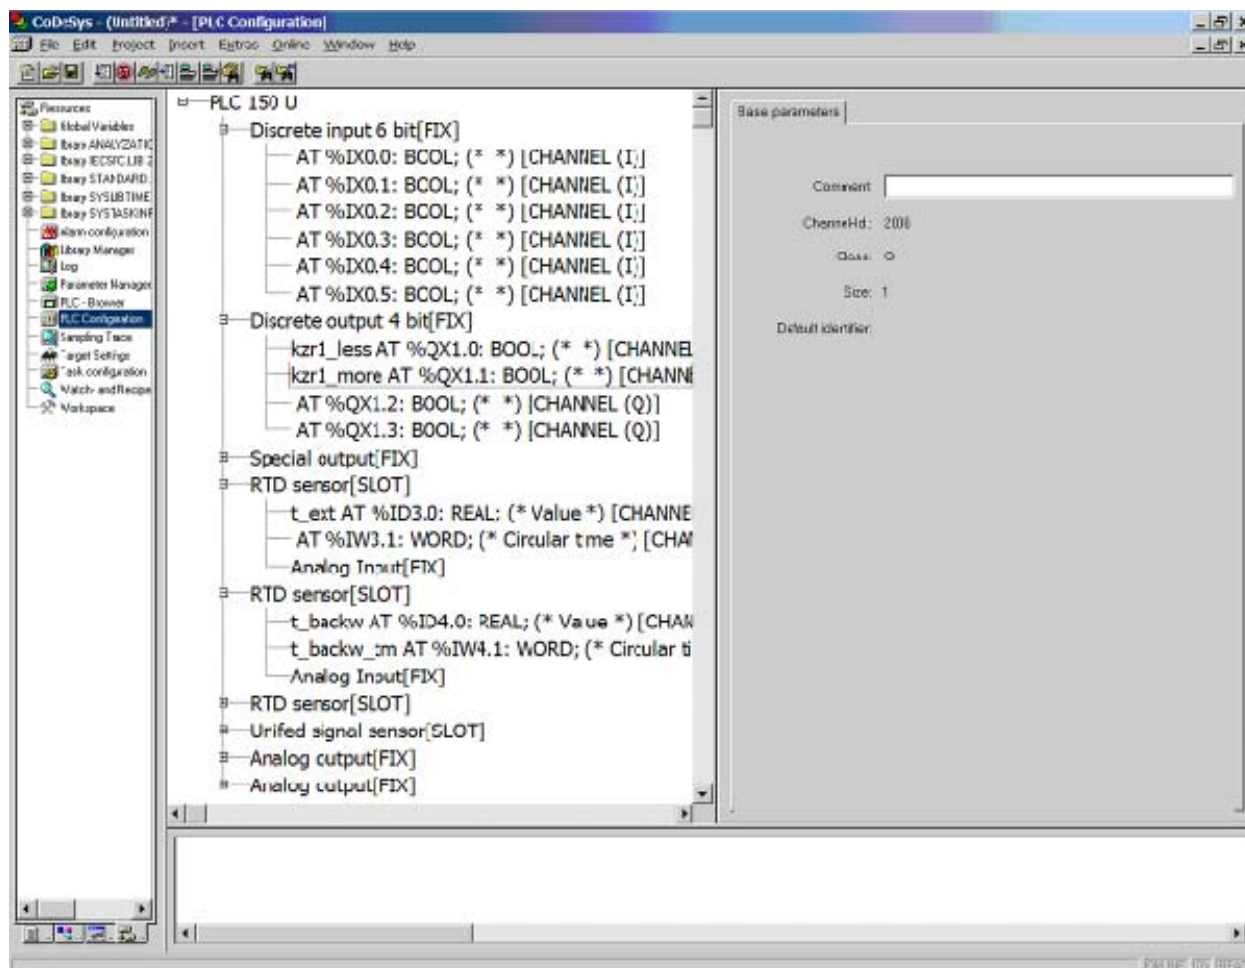

Рис. 3.9. Окно настройки входов-выходов ПЛК
4. Настройте входы-выходы ПЛК в окне PLC-Configuration (рис. 3.9)